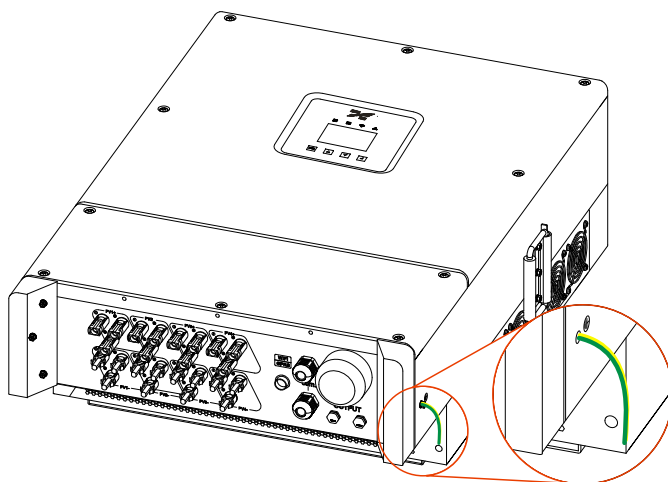

Figure3-10 Raccord à la terre
- Etape 1 Avant d'exécuter le raccord électrique, assurez-vous que la borne de terre (la borne recommandée : RNBS22-6) de l'onduleur soit bien raccordé à la terre, comme montré en Figure3-10.